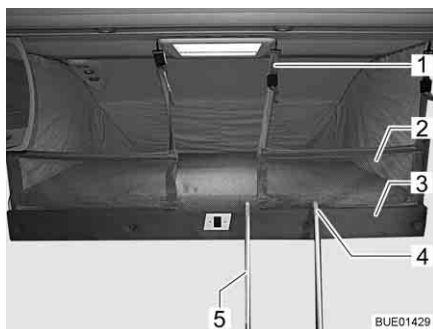

Fig. 136 Letto basculante con rete protettiva montata
Se è disponibile una rete protettiva (Fig. 136,2), questa è sistemata con le cinture di ritegno sotto il materasso del letto basculante. Fissare la rete protettiva soltanto dopo che le persone si sono stese nel letto basculante.
- Agganciare le cinture di ritegno (Fig. 136,1) ai ganci del soffitto.
- Agganciare la scala a gradini (Fig. 136,5) con le due staffe (Fig. 136,4) nella barra di presa (Fig. 136,3) al letto basculante.